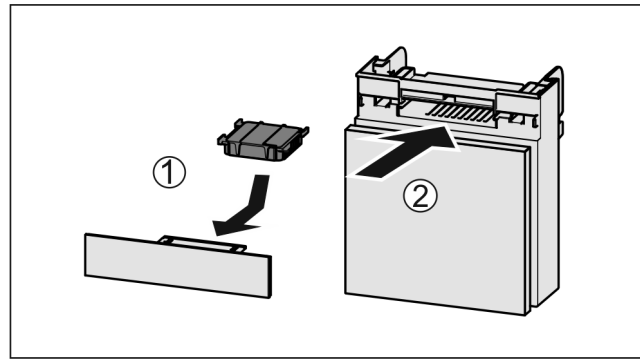

Fig. 74
- ▶ Aktivkohlefilter nach Abbildung einsetzen Fig. 74 (1).
- ▶ Fach einschieben Fig. 74 (2).